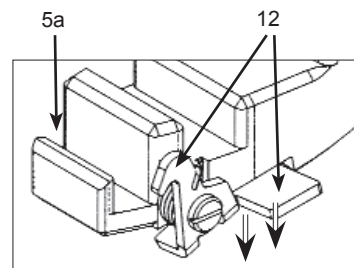

Abb. 7 / fig. 7
- Bei montierter zweiter Torsicherung (12, Abb. 7), diese zuerst öffnen, Zubehör, wie z.B. Flügeltor, in vorderen Einschub (5a) einsetzen und anschließend zweite Torsicherung wieder loslassen. Ohne zweite Torsicherung - Zubehör einfach in den entsprechenden Einschub einsetzen.
- If second barndoor catch is mounted (12, fig. 7), open the barndoor catch and insert accessories into front insertion (5a), e.g. barndoor, and then release the catch. If you do not use the second barndoor catch - simply insert the accessory into the respective insertion.